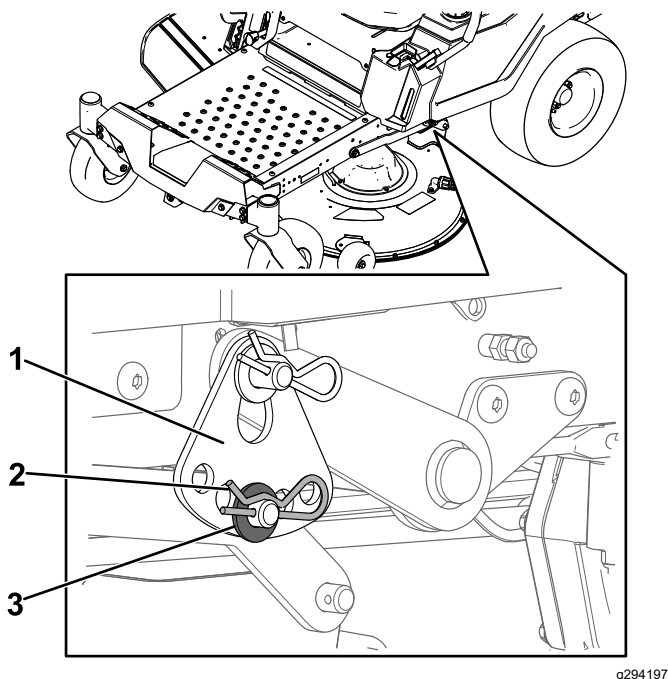

**Bild 70**
6. Entfernen Sie den Splint und die Unterlegscheibe vom unteren Hubarmbolzen (Bild 70).